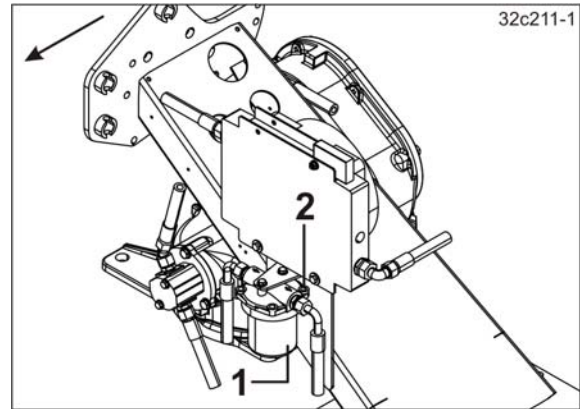

Fig. 181
1. Afmonter oliefilterpotten (Fig. 181/1).
- 1.1 Løsn skruerne (Fig. 181/2).